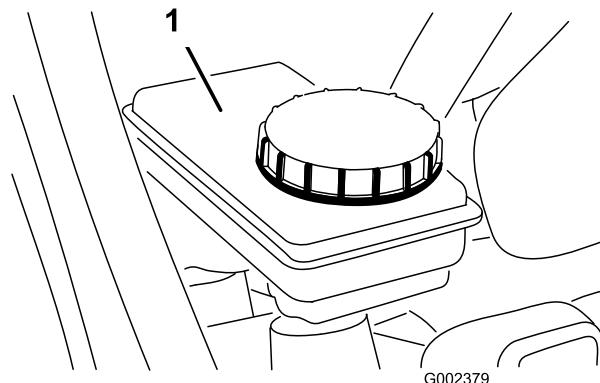

Figura 24
2. Assicuratevi che il livello del fluido raggiunga la linea di pieno nel serbatoio (Figura 24).
3. Se il livello è basso, pulite attorno al tappo del serbatoio, rimuovete il tappo e rabboccate fino al livello opportuno con l'olio dei freni specificato (Figura 24).